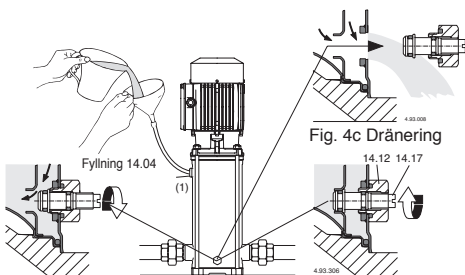

Fig. 4a Fyllning: luftskruv öppen Fig. 4b luftskruv stängd
4. Demontera strömkablarna till elmotorn samt bultarna (70.18) inklusive muttrarna (70.19) och dra ur elmotorn från kopplingen (64.22) (fig.4a).